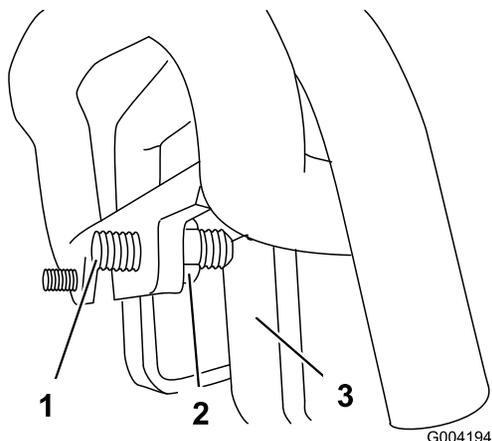

Рисунок 59
3. Если тяговый блок отклоняется **влево**, ослабьте **правую** контргайку и отрегулируйте винт настройки прямолинейного курса в передней части органа управления тягой (Рисунок 59).
4. Если тяговый блок отклоняется **вправо**, ослабьте **левую** контргайку и отрегулируйте винт настройки прямолинейного курса в передней части органа управления тягой (Рисунок 59).